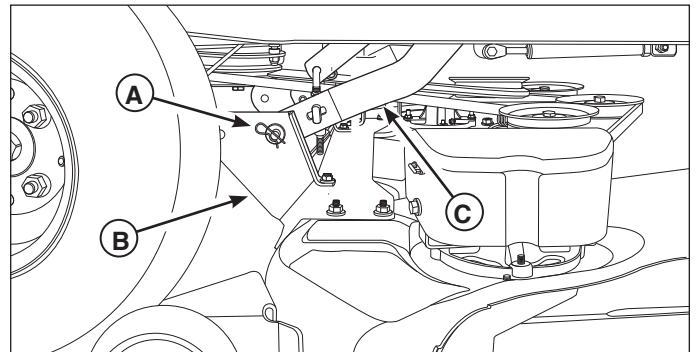

Figura 19. Componentes del elevador trasero de la cubierta (Se muestra el lado derecho; el izquierdo es igual)
4. Quite las horquillas y arandelas (A, Figura 19) que sujetan los soportes traseros de la cubierta del cortacésped (B) a los brazos de elevación traseros (C), y, tirando, retire los brazos de los orificios en los soportes. Guarde todos los herrajes extraídos.
5. Inserte los brazos de elevación traseros (C, Figura 19) dentro de los orificios delanteros en los soportes traseros de la cubierta del cortacésped (B), y sujete cada uno con una arandela y una horquilla (A).